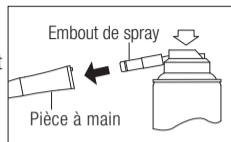

Fig. 7
- 2 Insérez l'embout de spray à l'arrière de la pièce à main. Tenez l'instrument et pulvérisez pendant environ 2-3 secondes. Vaporisez du lubrifiant jusqu'à ce qu'il en ressorte de la tête de la pièce à main pendant au moins 2 secondes (Fig. 7).
❸ Lubrifiez la pièce à main à l'aide du PANA SPRAY Plus (Fig. 7) ou du système de nettoyage et de lubrification automatique de la pièce à main.